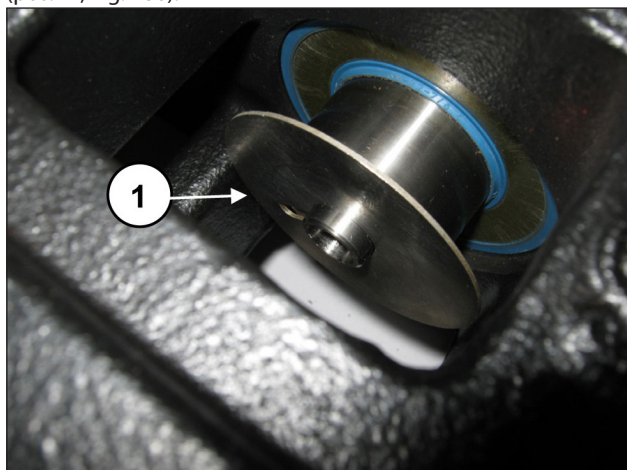

Fig. 186
Posizionare il paraspruzzi nell'alloggiamento sul guida pistone (pos. ①, Fig. 186).